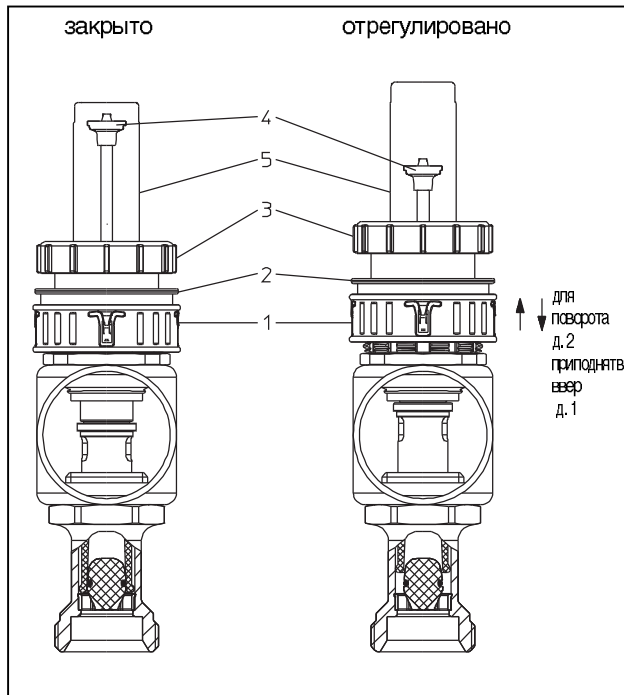

Рис. 7.1. Настройка ротаметров
7.2. Настройка ротаметров (рис. 7.1)